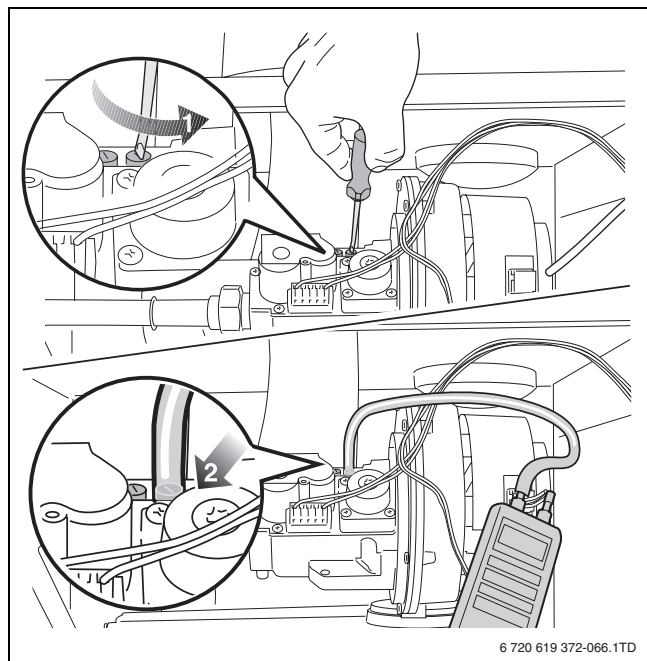

Fig. 70 Controllare il rapporto gas/aria
- ▶ Allentare di 2 giri la vite di chiusura del nippel di prova della pressione del bruciatore (→ fig. 70, fase 1).
- ▶ Collegare il collegamento positivo dell'apparecchio per la misurazione della pressione al nippel di prova della pressione del bruciatore mediante un tubo flessibile (→ fig. 70, fase 2).